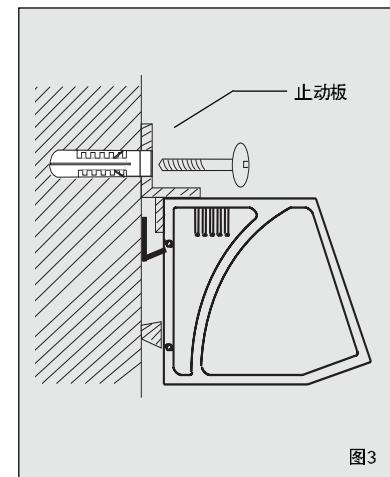

图3
- 2、把止动板紧压机壳顶面，带孔面靠墙对准上排的 2 个膨胀管孔，旋入木螺钉拧紧（见图 3）。